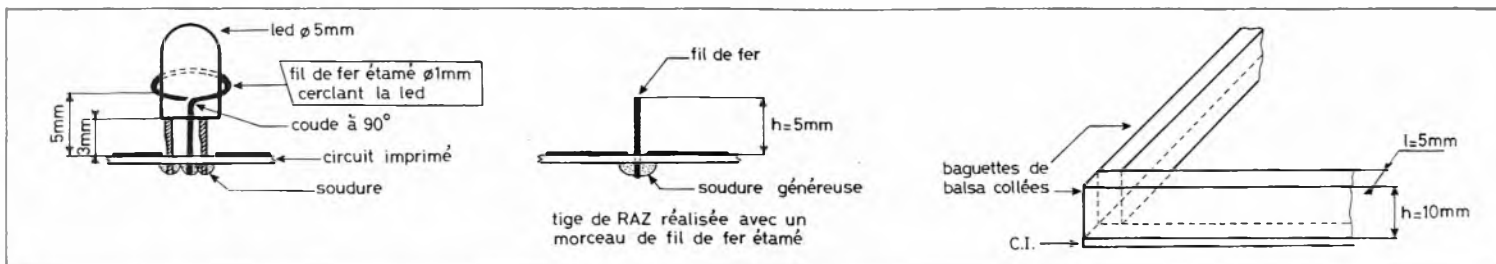

Fig. 6. et 7. – Détails de réalisations d'une borne du jeu ainsi que d'une tige de remise à zéro. Quelques éléments de balsa permettront de fermer la piste.
c) Réalisation des bornes (fig. 6)
Le circuit étant gravé, après le rituel rinçage et nettoyage au tampon, on pourra percer les trous à l'aide d'un forêt de 1,2 mm. Nous ne saurions trop vous conseiller la solution de l'étamage à froid. Les soudures n'en seront que plus belles. Les composants seront soudés sur le circuit grâce à la figure 6. Vérifier particulièrement l'orientation des composants actifs. Percer le boîtier Teko P/3 suivant la figure 7.